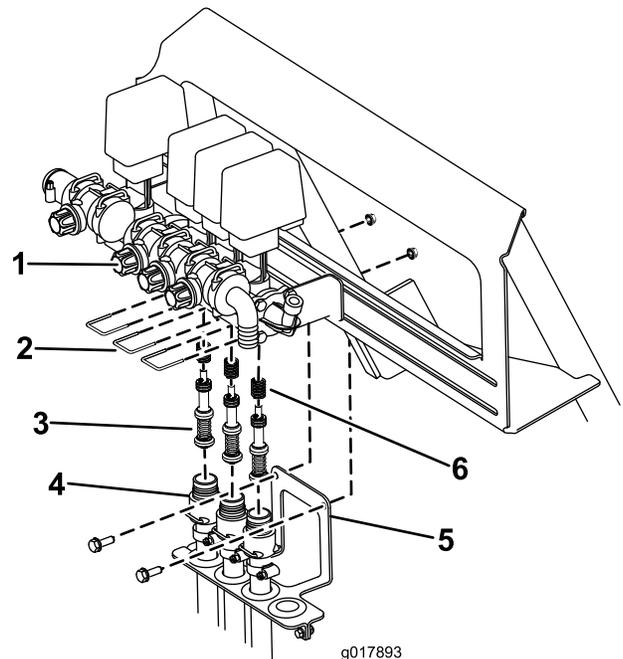

Figura 73
- B. Retire las 3 horquillas que sujetan los asientos de las válvulas al conjunto de las válvulas (Figura 73).
- pulverizador (Figura 73). Baje las mangueras del conjunto de las válvulas.
- D. Usando una llave Allen de 3 mm, retire los tornillos que sujetan los pistones en el conjunto de las válvulas. Asegúrese de guardar los muelles de la válvula (Figura 73).